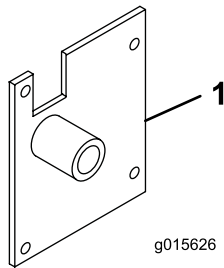

図 12
3. 左ホッパー取り付けブラケットをフレームに固定するボルト 5/16 x 1-1/4 インチ 4本とロックナットを使用する 図 12。